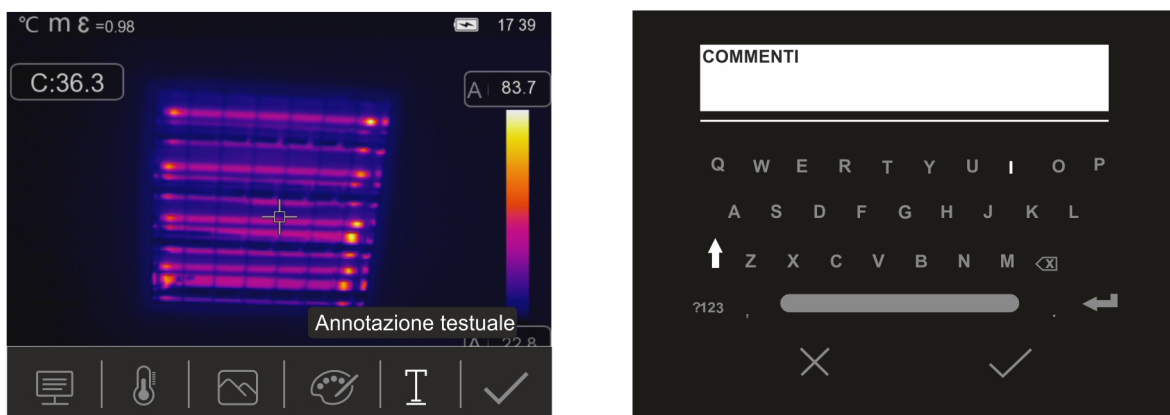

Fig. 45: Inserimento annotazione testuale nell'immagine
4. Toccare l'icona "T" per inserire un'annotazione testuale nell'immagine. La videata di Fig. 45 – parte destra è mostrata a display